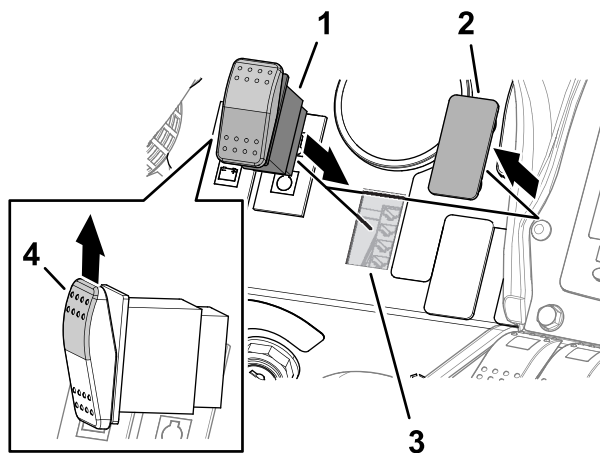

Bild 85
1. Entfernen Sie den Stopfen im Armaturenbrett, wie in **Bild 85** dargestellt.
2. Richten Sie den 2-stufigen Schalter so aus, dass der Schalteransatz (**Bild 85**) auf die Oberseite des Armaturenbretts ausgerichtet ist.
3. Setzen Sie den 2-stufigen Schalter in die Öffnung im Armaturenbrett ein (**Bild 85**).